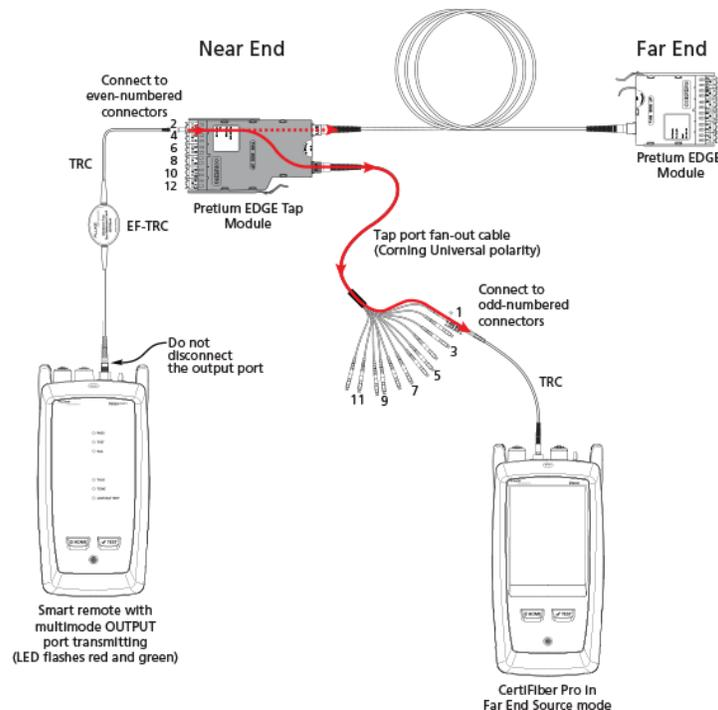
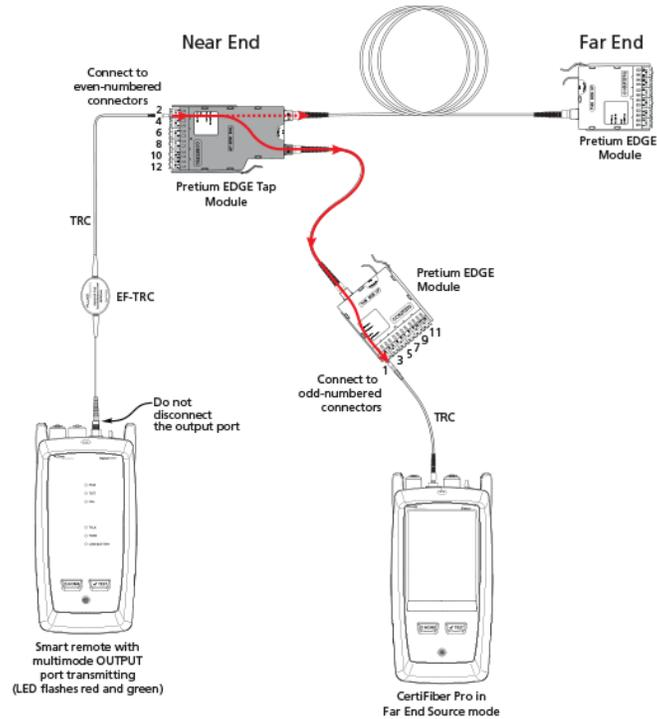

Figure 7. Connections for Testing the Tap Port Links from the Near End through a Fan-Out Cable
Figure 8. Connections for Testing the Tap Port Links from the Near End through an EDGE Module
3. Réalisez les branchements montrés à la Figure 7 si vous allez faire le test avec un câble de sortance, ou à la Figure 8 si vous allez faire le test par le biais d'un troisième module EDGE.